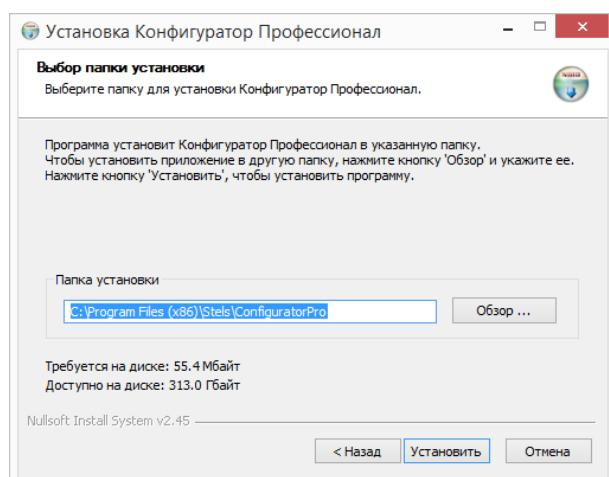

Рисунок 4.2 — Окно Выбор папки установки
2. В следующем окне укажите папку установки и нажмите кнопку **Установить** (см. рисунок 4.2).